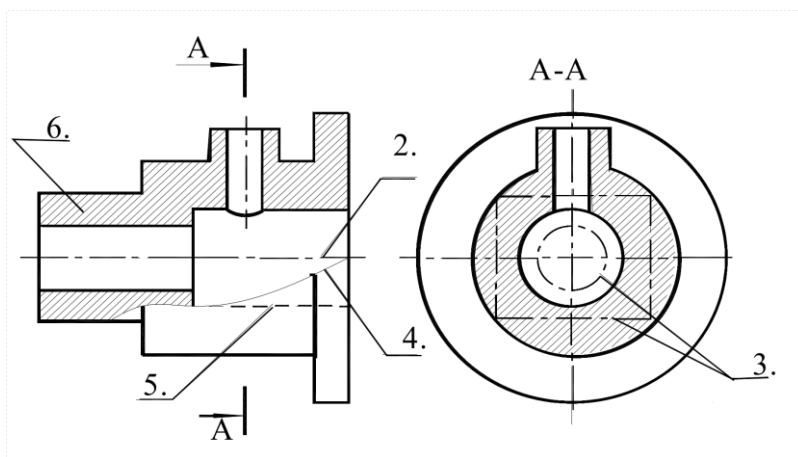

Рисунок 1.
**Вопрос 2.** Как называется линия, обозначенная на чертеже (рис.1) цифрой 2?
**Вопрос 7.** Какой длины следует наносить штрихи линии 5 (рис.1)?
**Вопрос 8.** Какую длину имеют штрихи разомкнутой линии 1 (рис.1)?
**Вопрос 10.** Какое расстояние между штрихами в линии 2 (рис.1)?
**Вопрос 11.** Какое расстояние между штрихами в линии 5 (рис.1)?